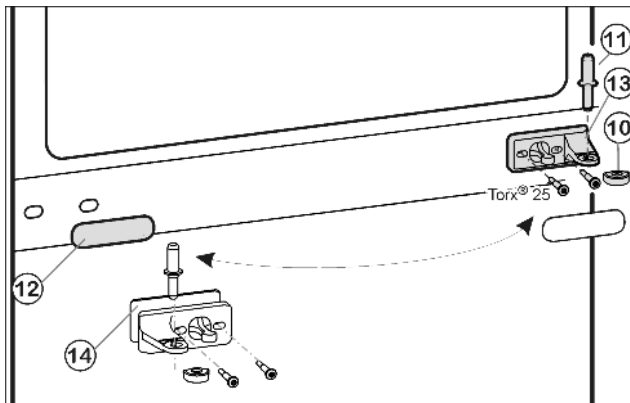
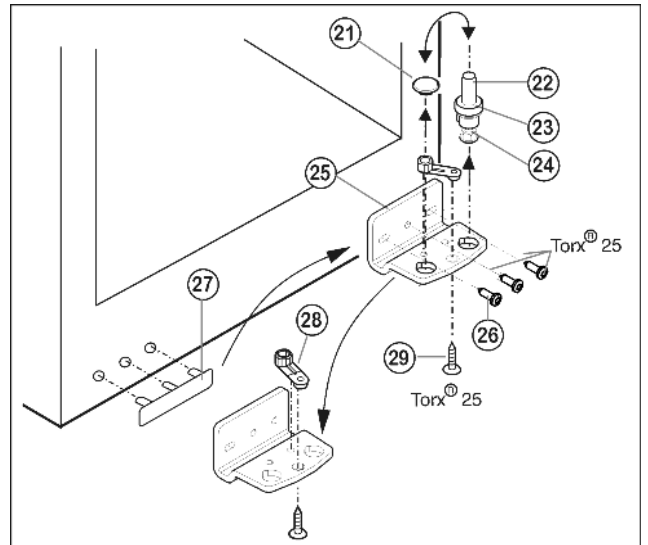

Fig. 7
Fig. 8
- ▶ Wyjąć środkowy sworzeń zawiasu Fig. 7 (11) z płytki zawiasu i dolnych drzwi.
- ▶ Wyjąć zaślepkę z tworzywa sztucznego Fig. 7 (10).
- ▶ Odkręcić środkową płytkę zawiasu Fig. 7 (13)(2 razy Torx® 25).
- ▶ Ostrożnie zdjąć osłonę Fig. 7 (12).
- ▶ Środkową płytkę zawiasu Fig. 7 (13) z podkładką Fig. 7 (14) obrócić o 180° przykręcić mocno na nowej stronie zawiasu (z siłą 4 Nm).
- ▶ Założyć zaślepkę Fig. 7 (12) obrócić o 180° po nowej stronie uchwytu.
- ▶ Trzpień zawiasu Fig. 8 (22) kompletny, z podkładką Fig. 8 (23) i nóżką Fig. 8 (24), wyciągnąć do góry.
- ▶ Unieść zatyczki Fig. 8 (21).
- ▶ Odkręcić Fig. 8 (25) płytkę zawiasu Fig. 8 (26).
- ▶ Odkręcić element zawiasu Fig. 8 (28), przełożyć do przeciwległego otworu zawiasu i tam dokręcić.
- ▶ Zdjąć i przełożyć osłonkę po stronie uchwytu Fig. 8 (27) na przeciwległą stronę.
- ▶ Przykręcić mocnopłytkę zawiasu Fig. 8 (25) na nowej stronie (z siłą 4 Nm), w razie potrzeby za pomocą wkrętarki akumulatorowej.
- ▶ Zatyczki Fig. 8 (21) ponownie włożyć do innego otworu.
- ▶ Trzpień zawiasu Fig. 8 (22) kompletny, z podkładką i nóżką włożyć ponownie. Przy tym zwrócić uwagę, by krzywka zatrzaskowa wskazywała do tyłu.
- ▶ Założyć dolne drzwi od góry na dolny sworzeń zawiasu *Fig. 8 (22)*.
- ▶ Ponownie założyć zaślepkę z tworzywa sztucznego *Fig. 7 (10)* na środkową płytkę zawiasu *Fig. 7 (13)*.
- ▶ Po nowej stronie zawiasu przełożyć środkowy sworzeń zawiasu *Fig. 7 (11)* przez środkową płytkę zawiasu *Fig. 7 (13)*, wkładając go w dolne drzwi.
- ▶ Założyć górne drzwi na środkowy sworzeń zawiasu *Fig. 7 (11)*.
- ▶ Korzystając ew. z obu podłużnych otworów w dolnej płytce zawiasu *Fig. 8 (25)* i środkowej płytce zawiasu *Fig. 7 (13)* ustawić drzwi w jednej linii z obudową urządzenia. W tym celu wykręcić środkową śrubę z płytki zawiasu u dołu *Fig. 8 (25)*.